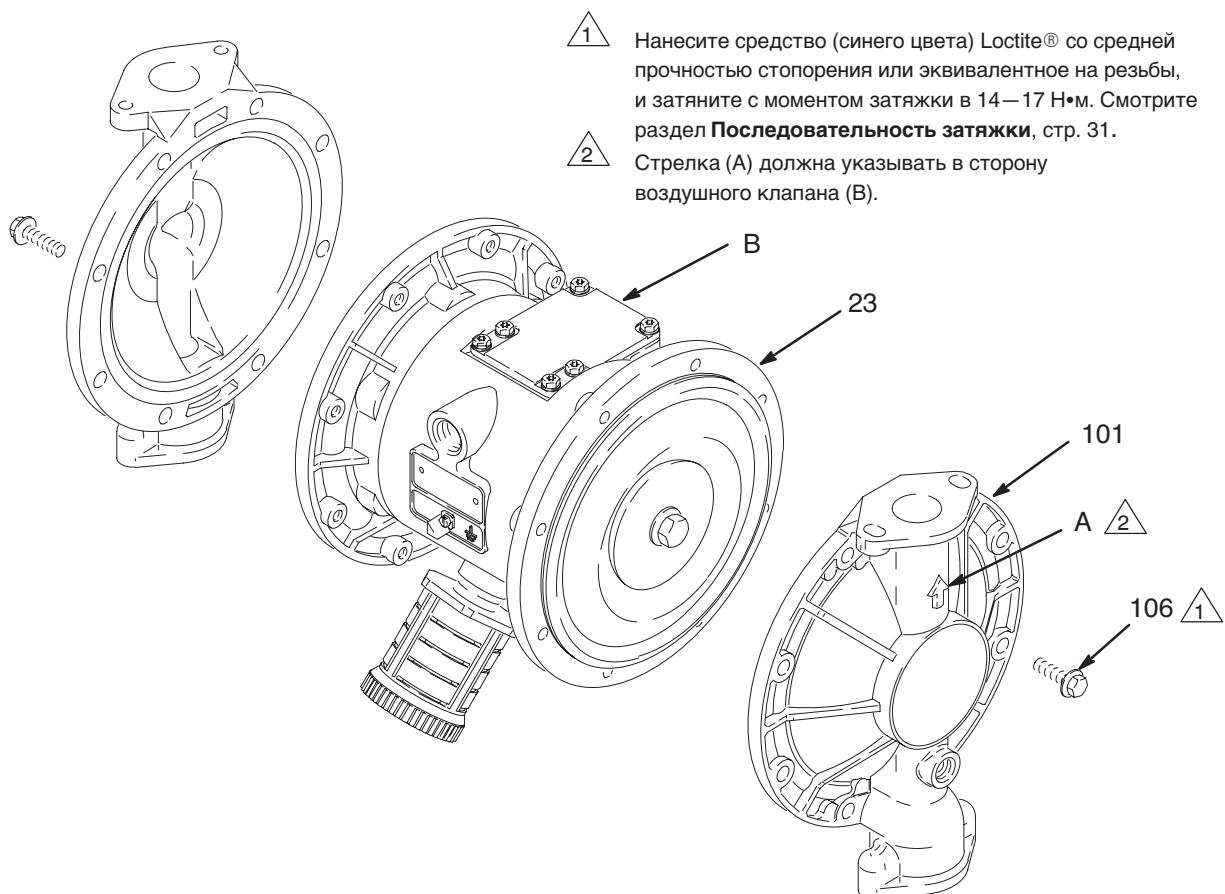

Рис. 13
3. С помощью торцевого ключа на 10 мм выкрутите винты (106), крепящие крышки для жидкости (101) на крышках для воздуха (23). Стяните крышки для жидкости (101) с насоса. См. Рис. 13.
- c. Только для моделей с тefлоновыми элементами, установите тefлоновую диафрагму (403*). Убедитесь, что сторона с отметкой «AIR SIDE» (Сторона для воздуха) обращена к центральному корпусу (1).
- d. Установите диафрагму (401*) на болт. Убедитесь, что сторона с отметкой «AIR SIDE» (Сторона для воздуха) обращена к центральному корпусу (1).
- e. Установите пластину диафрагмы на стороне для воздуха (104) таким образом, что скругленная сторона была обращена к диафрагме (401). Эта пластина используется на всех моделях, и имеет чеканку своего номера детали.
- f. Нанесите средство (синего цвета) Loctite® со средней прочностью стопорения или эквивалентное на резьбу болта (107). Вкрутите болт в ось (24) с затяжкой от руки.
3. Нанесите смазку по длине и на концах оси диафрагмы (24), и протолкните ее через корпус (1).
5. Удерживайте один болт оси (107) с помощью гаечного ключа, и затяните другой болт с моментом затяжки в 27—34 Н•м при максимум 100 об/мин.
6. Совместите крышки для жидкости (101) и центральный корпус (1) таким образом, чтобы стрелки (A) на крышках указывали в том же направлении, что и воздушный клапан (B). Нанесите средство (синего цвета) Loctite® со средней прочностью стопорения или эквивалентное на резьбы винтов (106). Закрепите крышки винтами с затяжкой от руки. См. Рис. 13. С помощью торцового ключа на 10 мм затяните винты противоположно и равномерно с моментом затяжки в 14—17 Н•м. Смотрите раздел **Последовательность затяжки**, стр. 31.